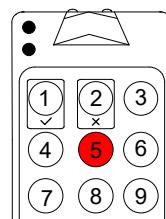

Figure 10
5. Le nouveau réglage est enregistré, le bouton avec le réglage programmé 5 est mis en surbrillance (*Fig. 10*).